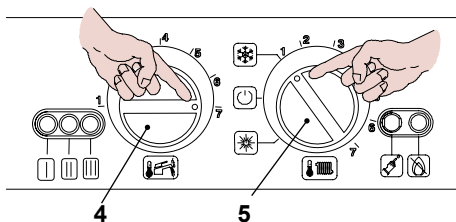

рис. 7.1
- Поверните переключатель функций 5 как на рис. 7.1
- Поверните регулятор температуры ГВС 4 в максимальное положение, как показано на рис. 7.1